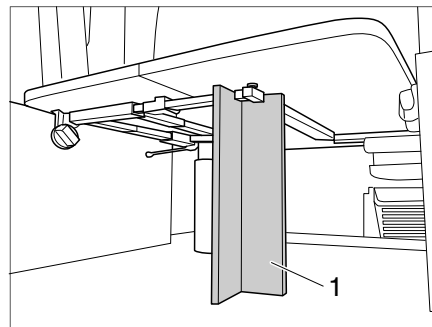

Fig. 116 Supports en bois
- Déplacer le plateau de la table vers le bord de support et placer le support en bois (Fig. 116,1) sous la table.